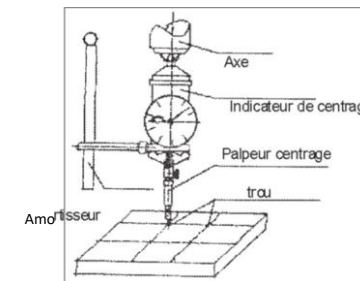

Fig. 4.
- 3) Si le diamètre est plus petit que 3 millimètres, localiser le centre près du trou de cône on peut choisir le palpeur de point central (voir fig. 4.).